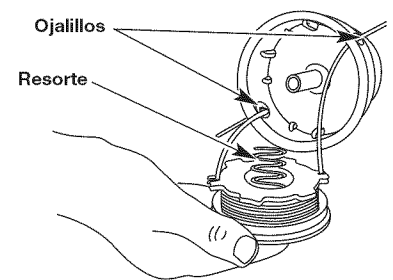

Fig. 21
13. Inserte los extremos partidos de la línea a través de los ojajillos de la bobina exterior y coloque el carrete interior con el resorte dentro de la bobina exterior (Fig. 21). Empuje el carrete interior y la bobina exterior entre sí.
- Inserte los extremos de la línea en los ojajillos de la bobina exterior (Fig. 21).